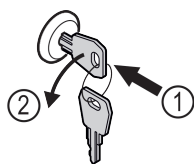

Fig. 130
- ▶ Insérer la clé. Fig. 130 (1)
- ▶ Tourner la clé à 90° dans le sens antihoraire. Fig. 130 (2)